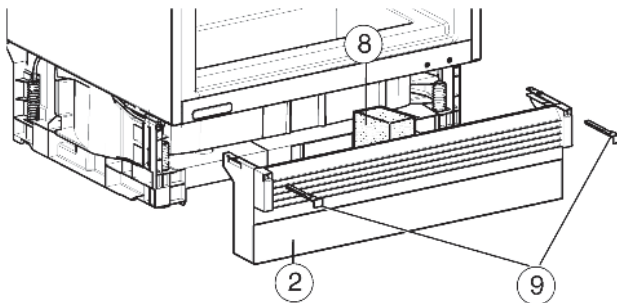

Fig. 13
- ▶ Installer la mousse isolante Fig. 13 (8) nécessaire au fonctionnement des flux d'air séparés.
- ▶ Fixation du cache socle : enclencher le verrou Fig. 13 (9) tout en maintenant le cache socle.